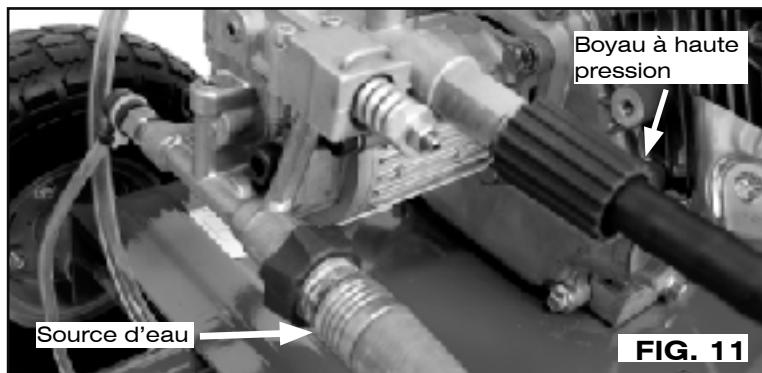

FIG. 11
5. Branchez la source d'eau à l'orifice d'entrée de la pompe. **REMARQUE :** La source d'eau doit fournir un minimum de 19 litres (5 gallons) par minute à 20 PSI. at 20 PSI. (Fig. 11)